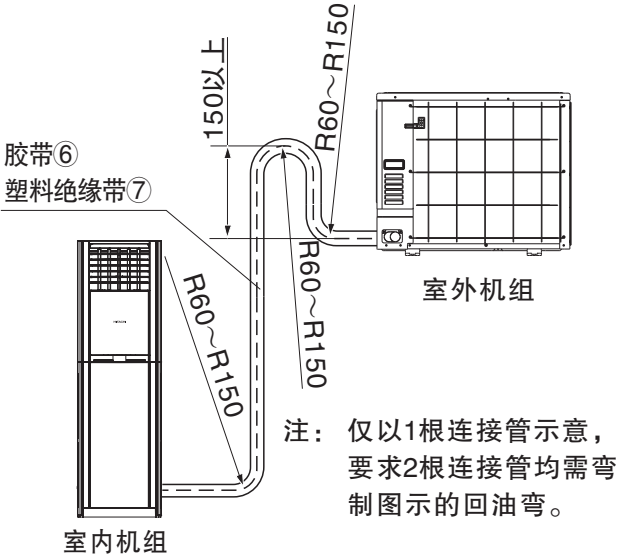

图8
- 注: (1) KFR-72LW/BpS所配连接管 ②、③ 长度为5米,KFR-53LW/BpP 所配连接管 ②、③ 长度为4米。允许连接管最大长度为15米, 延长配管不需要追加制冷剂, 每增加连接管长度1米, 机组的能力将有所下降。
- (2) 安装时如必须加长连接管, 请按表 (1)要求连接。
- (3) 室内、外机高度差必须小于5米。
- (4) 当室外机比室内机高时, 必须将铜管弯制“回油弯”如图8。